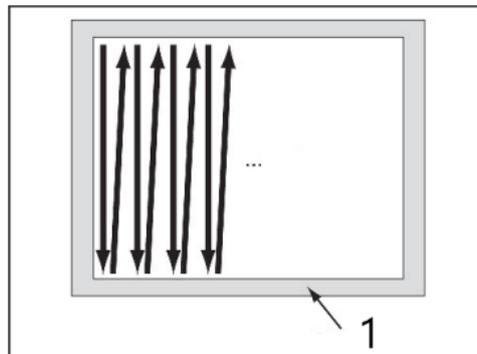

Fig. 11 – Exemple d'un guidage facile
9. Avancez et retirez la pièce entre les cylindres régulièrement et en faisant chevaucher les passages successifs (pour vous donner un exemple, voir fig. 11).